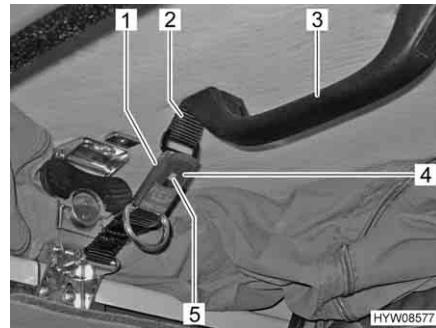

Fig. 19 Reggetta di sicurezza
- Spingere verso l'alto un lato dopo l'altro lo sbloccaggio (Fig. 19,5) sulla chiusura della reggetta di sicurezza (Fig. 19,2) e sfilare il passante (Fig. 19,4) dalla serratura (Fig. 19,1).
- Spingere il tetto a soffietto completamente verso l'alto mediante le maniglie (Fig. 19,3).
- Tirare lentamente verso il basso dalle maniglie il tetto a soffietto (Fig. 19,3), fino a che il tetto a soffietto rimane da solo in questa posizione. Prestare attenzione a che i dispositivi di inserzione laterali (Fig. 23,1) si pieghino verso l'interno.
- Infilare il passante (Fig. 19,4) della reggetta di sicurezza (Fig. 19,2) nella serratura (Fig. 19,1) e spingere verso il basso il bloccaggio (Fig. 19,5).